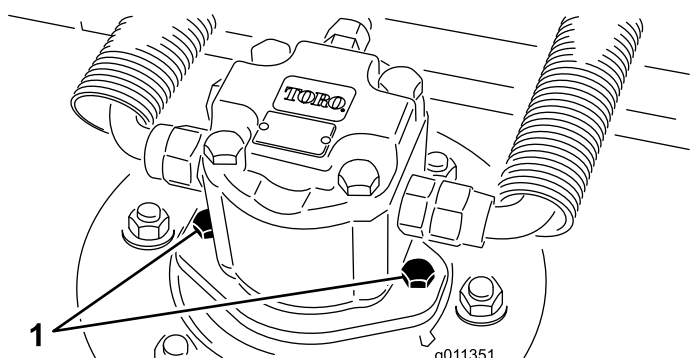

Figura 96
2. Desconecte y retire el motor hidráulico de la unidad de corte (Figura 96). Tape la parte superior del eje para evitar la contaminación.
4. Instale el motor hidráulico en la carcasa (Figura 96). Asegúrese de que la junta tórica está correctamente colocada y que no está dañada.